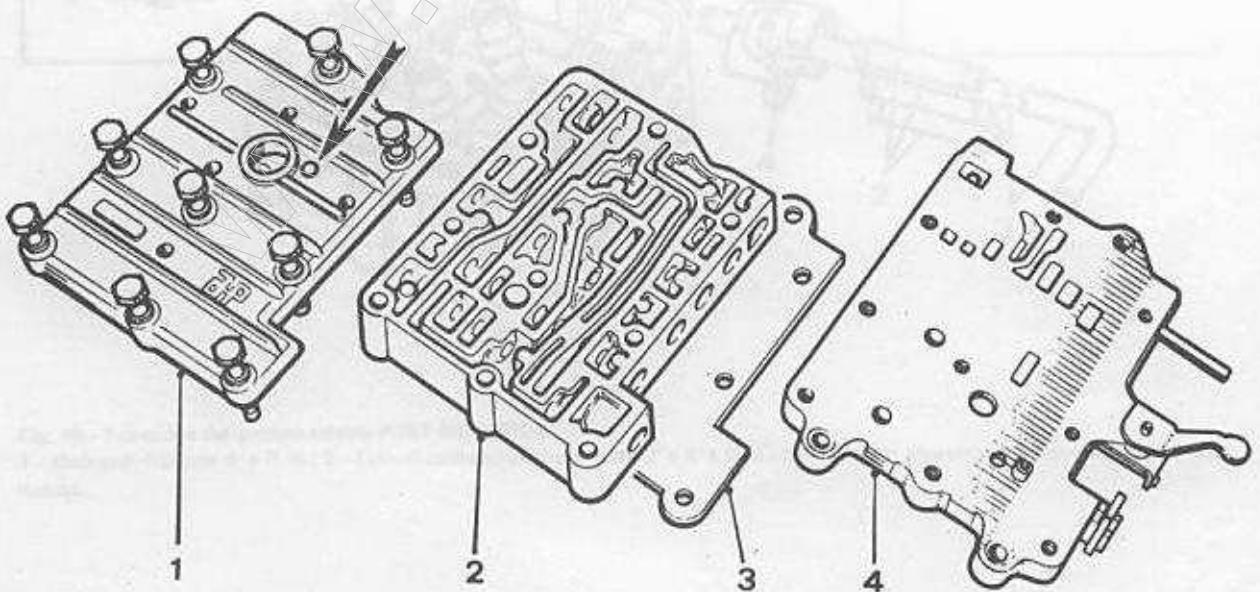

Fig. 14 - Gruppo valvole POST-MODIFICA
- Sul suo coperchio (1) è ricavato il foro di scarico indicato con freccia in (Fig. 14).
- Fra la sezione (2) delle valvole e quella (4) dei condotti è interposta la piastra divisoria (3) di (Fig. 14).